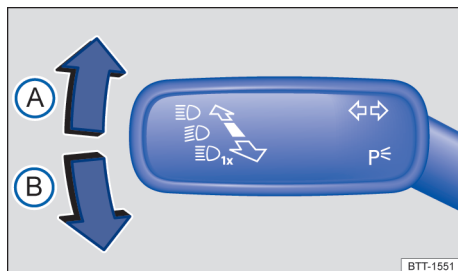

Fig. 105 À esquerda na coluna de direção: avançada dos indicadores de direção e do farol alto.
- Trazer a avançada dos indicadores de direção e do farol alto da posição central para a seguinte posição → Fig. 105: